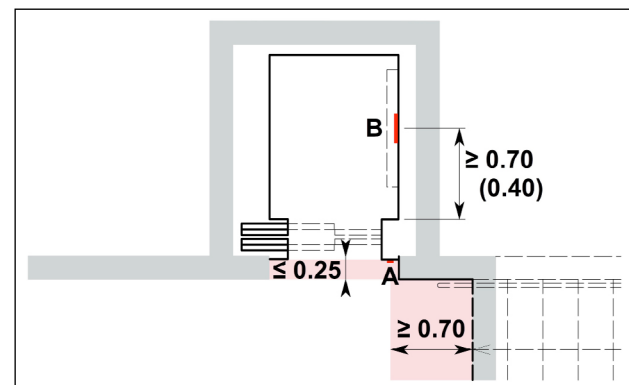

Fig. 3: Distance élément de commande et angle (à l'extérieur et à l'intérieur de la cabine)
- > Les éléments de commande (A) doivent être placés près des portes de la cage, s'il y a plusieurs ascenseurs, entre deux portes.
- > Distance entre le bouton d'appel et tout angle de mur ou volée d'escalier: min. 0.70 m (Fig. 3).
- > Distance entre éléments de commande (B) et angle de la cabine: min. 0.70 m; distance minimale selon la norme: 0.40 m (Fig. 3 et 4).